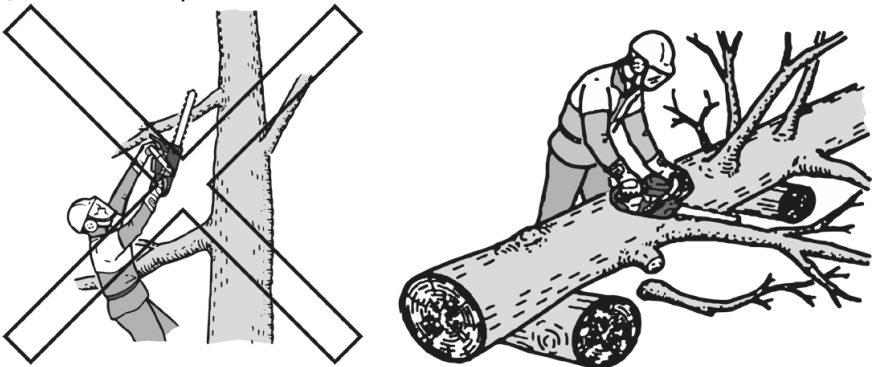

Рисунок 16. Схема обрізання малих гілок.
5.3.3.1 Обрізання малих гілок вести тільки на поваленому дереві згідно зі схемою рис. 16.